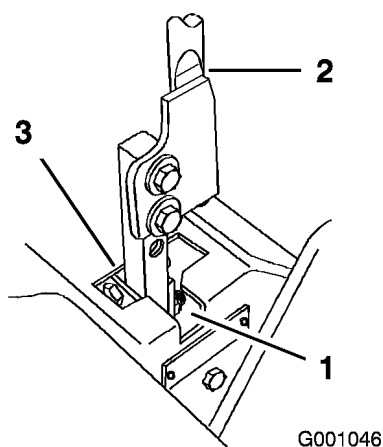

Figure 50
5. Placez le levier au point mort, sans le verrouiller (Figure 50).
6. Tirez le levier en arrière jusqu'à ce que l'axe de chape (situé sur le bras au-dessous de l'axe de pivot) touche l'extrémité de la fente (c.-à-d. commence juste à appuyer sur le ressort) (Figure 50).
7. Vérifiez la position du levier par rapport au cran de la console (Figure 50). Il doit être centré de façon à pouvoir pivoter vers l'extérieur jusqu'à la position de verrouillage du point mort.